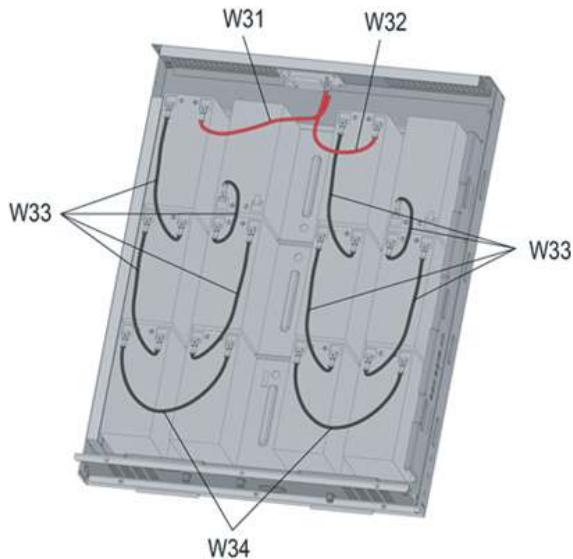

Рис. 2-8
(1) Установите аккумулятор и подсоедините провод аккумулятора (w31, w32, w33, w34) в соответствии с рис. 2-8.